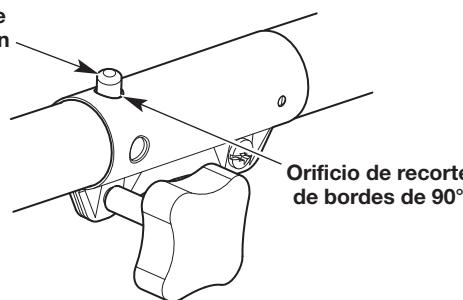

Fig. 17
3. Rote el accesorio hasta que el botón de liberación entre a presión firmemente dentro del orificio de rebordes de 90° (Fig. 17).